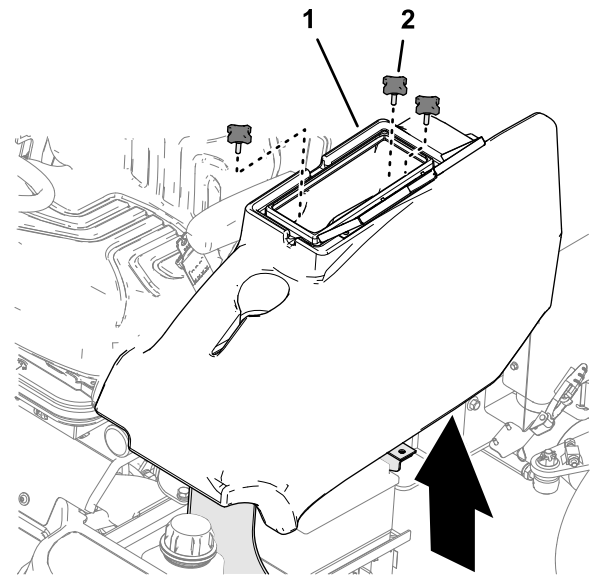

Figura 47
2. Retire los 3 pomos que fijan el compartimento de almacenamiento en la máquina y retire el compartimento (Figura 47).
1. A la izquierda de la plataforma del operador, abra la puerta del compartimento de almacenamiento (Figura 47).